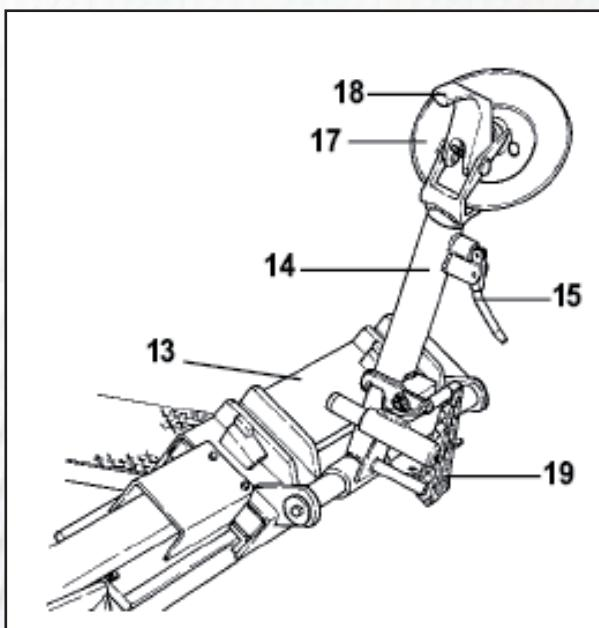

Рисунок 22
- 3) Убедитесь в том, что съемный рычаг находится с боковой стороны колеса. Если нет, нажмите на рычаг 19 (рис.22) и поверните его на 180°.
- 1) Установите кронштейн съемного рычага 14 (рис.22) в не рабочее положение. Подведите его к внешней стороне колеса и установите рычаг.
- 2) Вращайте колесо и одновременно вставляйте съемный рычаг 18 (рис.22) между ободом и бортиком, пока он не зафиксируется в этом положении.
7) Убедитесь в том, что съемный рычаг установлен на боковой стороне колеса. Если нет, нажмите на рычаг 19 (рис.22) и поверните его на 180°.
12) Рукояткой 19 (рис.22) поверните съемный рычаг на 180°.
21) Установите кронштейн съемного рычага 14 (рис.22) в рабочее положение.
3) Опускайте кронштейн зажимного устройства 14 (рис.22), пока оно не зафиксируется в нужном положении.
8) Отведите кронштейн съемного рычага 14 (рис.22) от обода. Отпустите рукоятку и установите кронштейн в не рабочее положение.
9) Нажмите на рычаг 19 (рис.22) и поверните лапку съемного рычага на 180°, которая при этом автоматически зафиксируется. Установите кронштейн в рабочее положение.